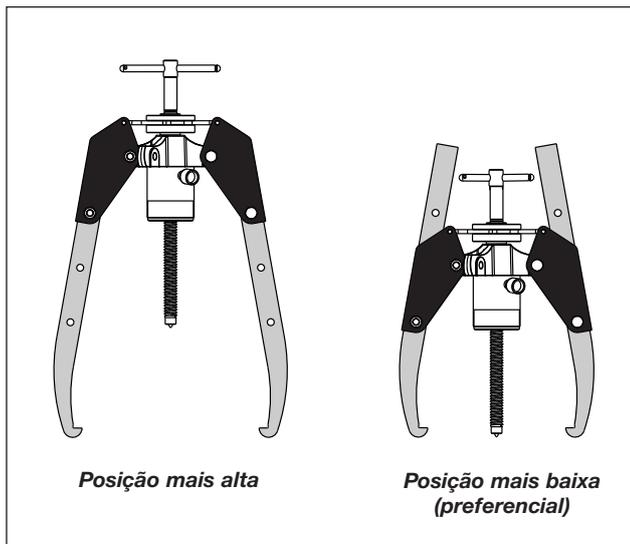

Figura 7, posições de montagem das garras (típicas)
- Para reduzir a possibilidade de deformação da garra, sempre trabalhe com as garras instaladas nos furos de montagem mais baixo possível. Use os furos de montagem superiores somente se necessário para fornecer o afastamento em torno de grandes componentes. Veja a Figura 7.